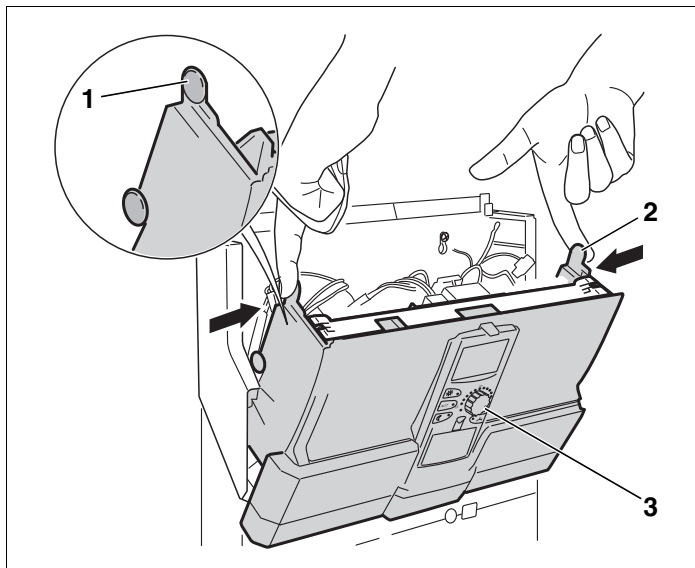

Рис. 3 Открыть переднюю крышку системы управления
- Нажмите с двух сторон на верхние выступы (→ рис. 3, [1] и [2]).
- Наклоните вперед переднюю часть системы управления вместе с MEC2 (→ рис. 3, [3]).